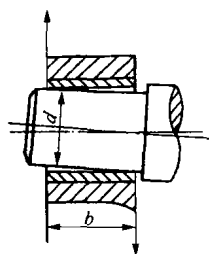
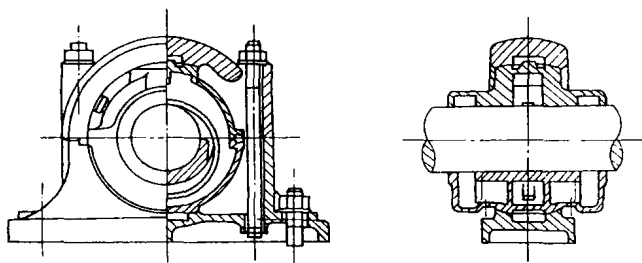

图 1-7 边缘接触
图 1-8 自动调心式向心滑动轴承
③ 自动调心式向心滑动轴承。当轴承宽度 b 较大时, 轴的弯曲变形或装配与工艺原因引起的轴承孔偏斜, 使轴瓦两端出现严重的局部接触现象(边缘接触见图 1-7), 将导致两端磨损加剧。因此, 宽径比 $(b/d) > 1.5 \sim 1.75$ 时宜采用调心轴承, 其特点是轴瓦外支撑表面制成球面以适应轴的偏斜。自动调心式向心滑动轴承如图 1-8 所示。